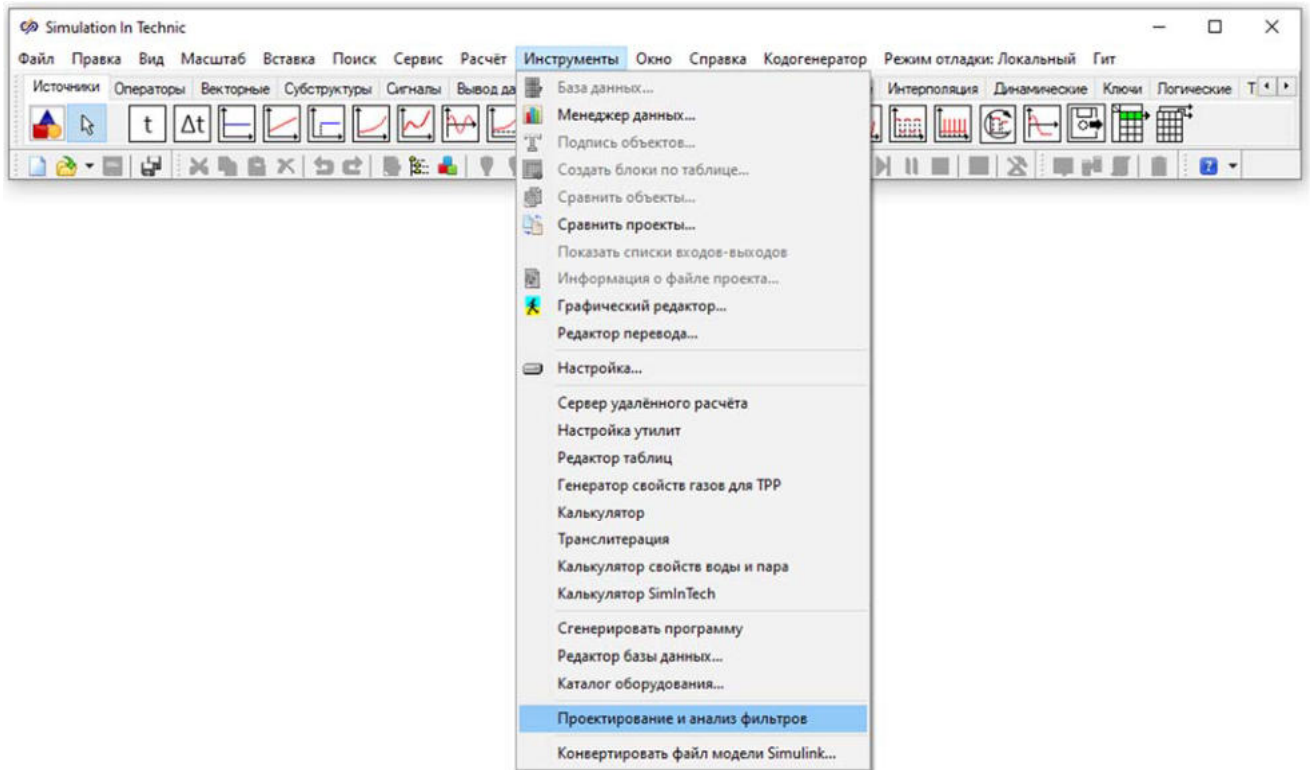

Рис. 5. Главное окно SimInTech с открытой вкладкой "Инструменты" и выделенным пунктом "Проектирование и анализ фильтров".
1. В главном окне SimInTech нажать кнопку Инструменты и выбрать пункт Проектирование и анализ фильтров (Рисунок 5).